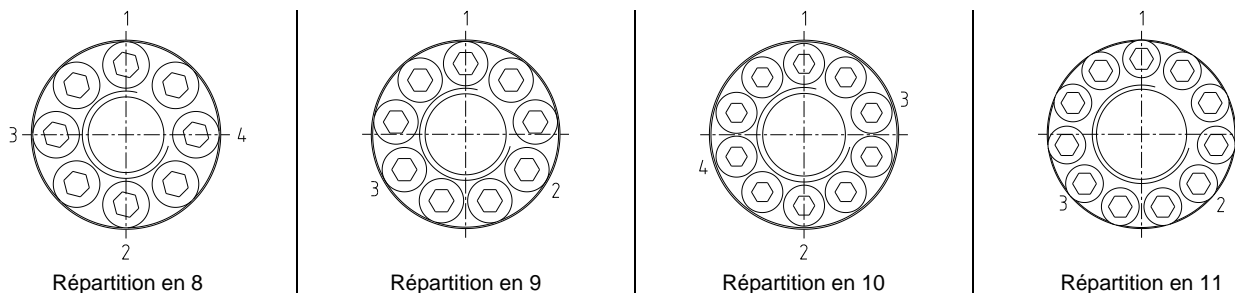

Fig. 31 : Serrage des vis de pression
- Serrer manuellement les vis de pression de la fig. 31.
- Serrer les vis (voir fig. 31) selon le tableau 11 d'abord à moitié puis complètement.